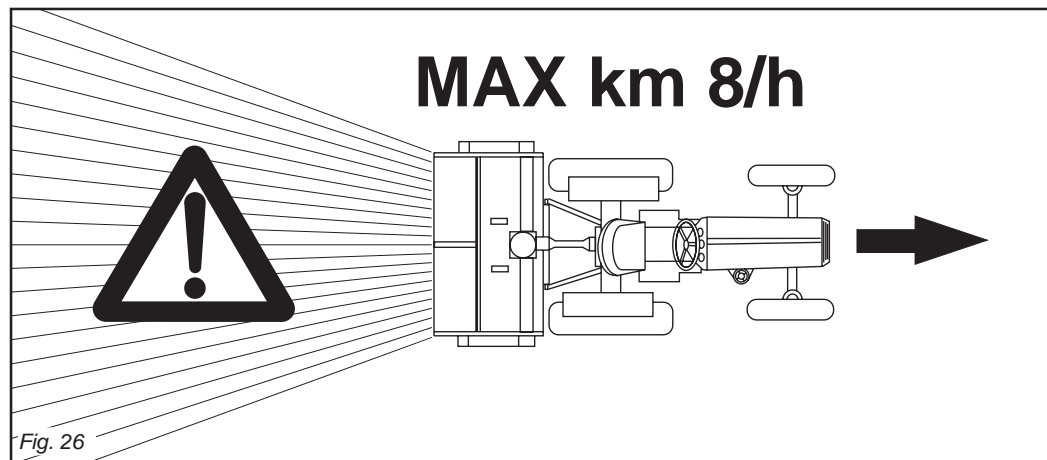

Fig. 26
La velocità del trattore con la macchina in lavoro non deve superare i 8 Km/ora al fine di evitare rotture o danneggiamenti (Fig. 26).
*In order to prevent breakages or damage, the speed of the tractor must never exceed 8 Km/hour when the implement is working (Fig. 26).*
Die Fahrgeschwindigkeit des Schleppers mit arbeitendem Maschine darf nicht über 8 km/h liegen, um Schäden und Bruch zu vermeiden (Abb. 26).
La vitesse du tracteur pendant que l'outil travaille la terre ne doit pas dépasser 8 km/h pour éviter toute sorte de dégâts ou de ruptures (Fig. 26).
Las velocidades del tractor con el equipo trabajando no deben superar los 8 km/hora para evitar roturas o daños (Fig. 26).